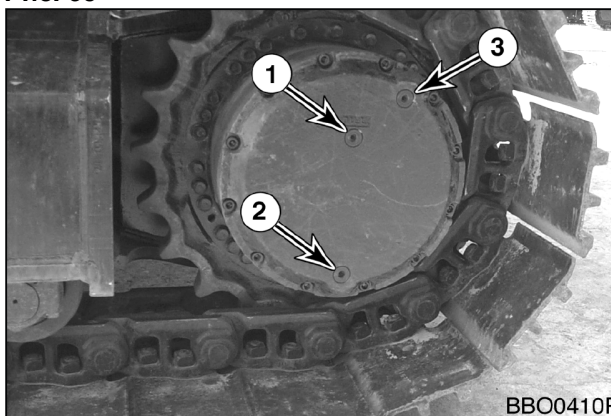

Рис. 70
2. Вращать гусеницы до тех пор, пока входные отверстия (1, 2 и 3, рис. 70) не достигнут указанного правильного положения.
3. Поместить емкость под заглушку сливного отверстия (2, рис. 70) и снять заглушки (1, 2 и 3), чтобы слить моторную жидкость.
4. Установить заглушку сливного отверстия (рис. 70). Заполнить корпус ходового мотора жидкостью через наливное отверстие (3) до достижения жидкостью уровня отверстия (1). Установить контрольную и заливную заглушки (1 и 3).